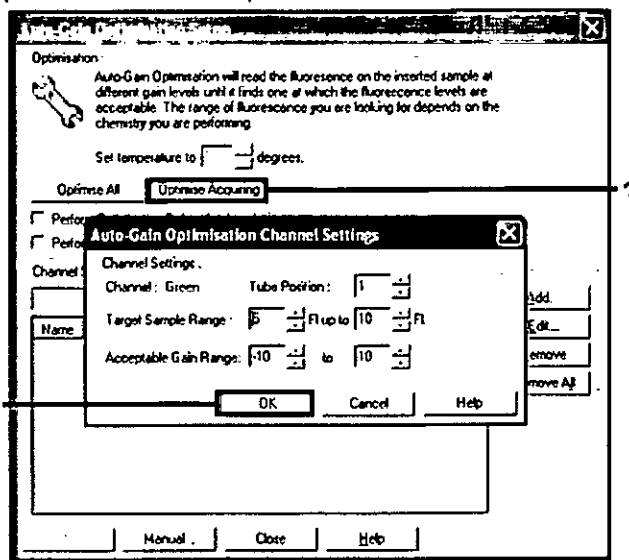

Ilustración 11. Optimización de la ganancia automática para el canal verde.
13. Haga clic en el botón "Optimise Acquiring" (Adquirir optimización). Para cada canal, se muestra la configuración de canal. Acepte los valores predeterminados haciendo clic en "OK" (Aceptar) para ambos canales (consulte la ilustración 11).